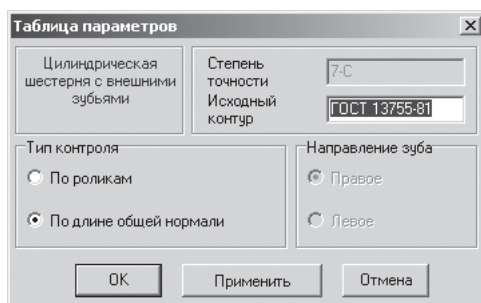

Рис. 3.48. Диалоговое окно **Таблица параметров**
- щелкните в выпадающем меню по пункту **Таблица параметров**. Появится диалоговое окно **Таблица параметров**, см. рис. 3.48;